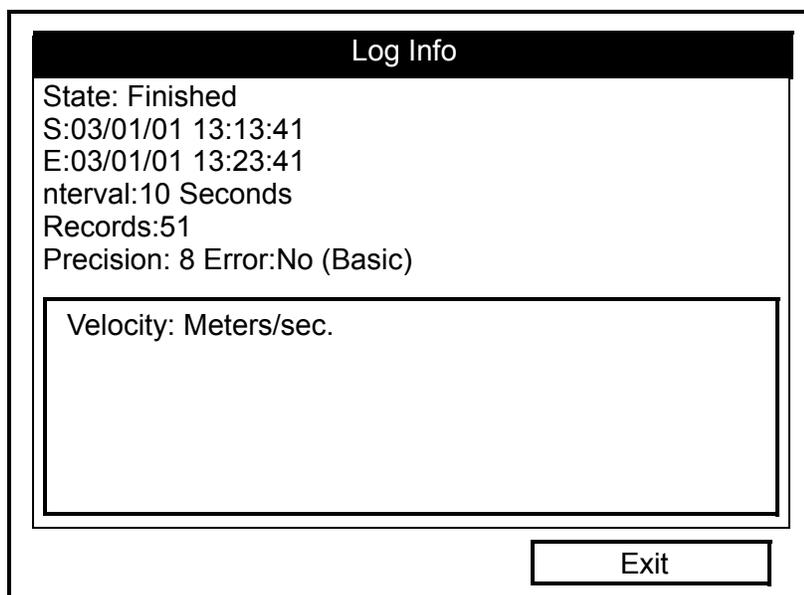

Рис. 5-11. Окно *Log Info* (*Сведения журнала*)
4. В меню *View* (*Просмотр*) с помощью прокрутки перейдите к пункту *Details* (*Подробно*) и нажмите [ENTER] (*ВВОД*). Появится окно, подобное показанному на рис. 5-11 ниже.